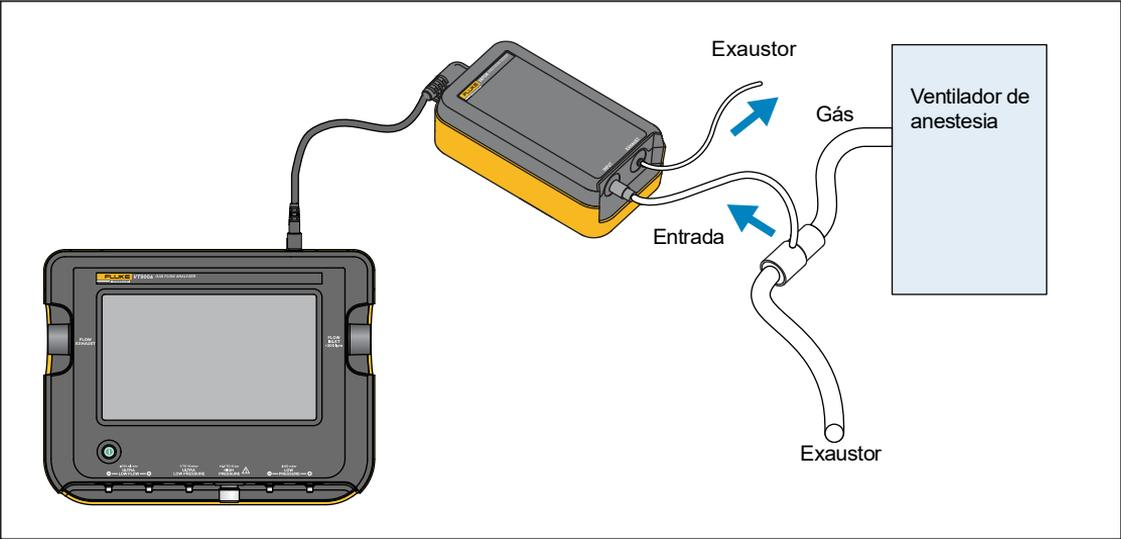

Figura 4. Conexões de gás anestésico
As conexões VAPOR são mostradas na figura 4.
1. Faça essas conexões ao VAPOR (veja a figura 4):